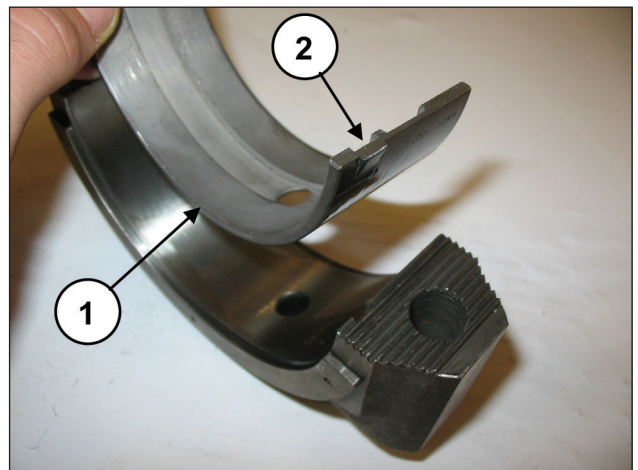

图 83
将下半轴承安装到连杆帽上 (①，图 83)，确保半轴瓦的基准平键定位在连杆帽的专用底座中 (②，图 83)。